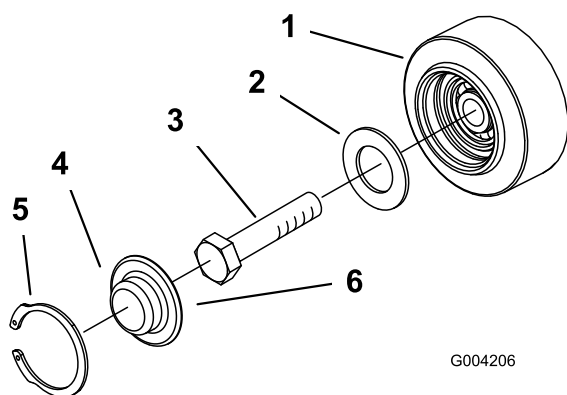

Figure 46
3. Déposez le jonc d'arrêt et le chapeau d'un galet de roulement (Figure 46).
4. Vérifiez la graisse sous le chapeau et autour du joint (Figure 46). Si elle est encrassée, granuleuse ou en quantité insuffisante, enlevez toute la graisse, remplacez le joint et ajoutez de la graisse neuve.
6. Placez le chapeau de galet de roulement sur la tête du boulon (Figure 46).
7. Fixez le chapeau avec le jonc d'arrêt (Figure 46).